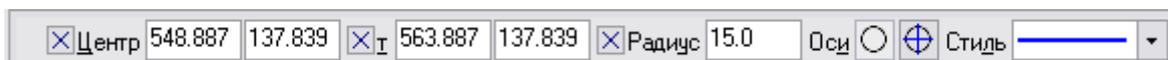

Рис. 54
5. Выполните двойной щелчок мышью по окружности в любой ее части. Будет вызван режим редактирования данного объекта. На **Панели свойств** появятся элементы управления, позволяющие изменять параметры окружности (рис. 54).